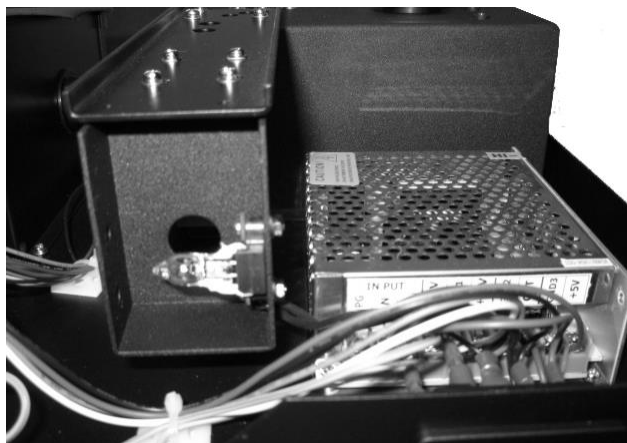

Рисунок 7. Спектрофотометр В-1100 - лампа.
- Открутите два винта крепления кронштейна лампы и извлеките узел крепления лампы (Рис. 7). Затем отвинтите два винта крепления прижимной пружины лампы и снимите пружину. Аккуратно отсоедините лампу от керамического основания белого цвета. Вставьте в керамическое основание новую лампу. Привинтите на место прижимную пружину лампы. Установите узел крепления лампы на место и привинтите его к основанию.